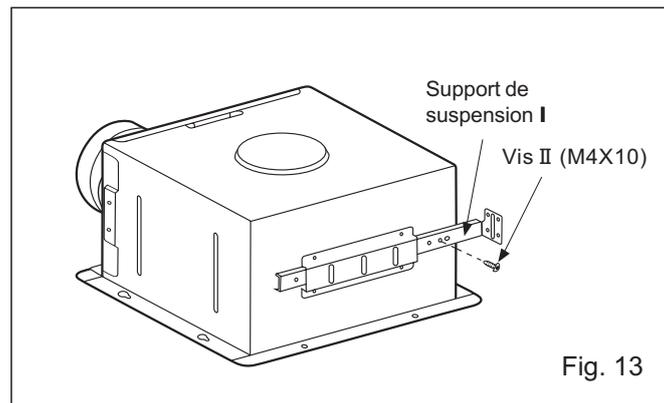

Fig. 13
2. Fixez la support de suspension III ou boîtier du ventilateur. (voir Fig. 13) (Déterminer le trou approprié en vérifiant la taille de la solive en I et fixez la vis dans l'orifice du boîtier.)